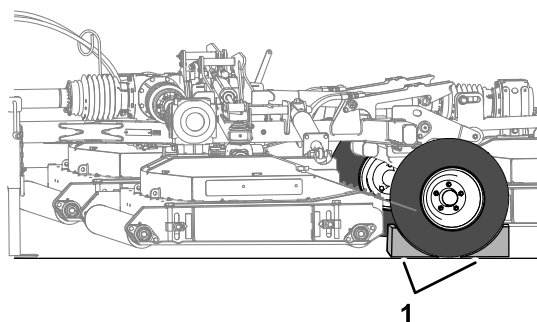

Bild 18
- Legen Sie unter beide Räder des Mähers Unterlegkeile (**Bild 18**).